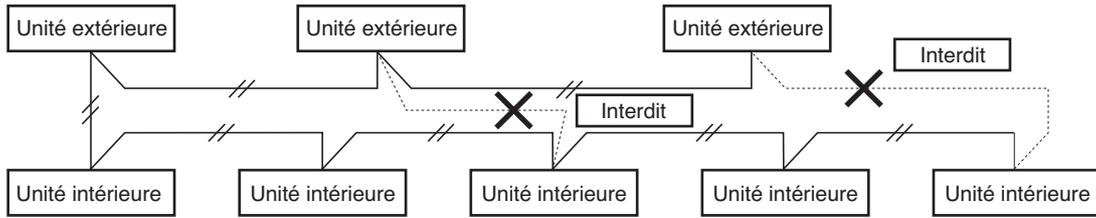

Fig. 5-1
(2) L'interconnexion ne doit pas être installée en boucle. (Fig. 5-1)